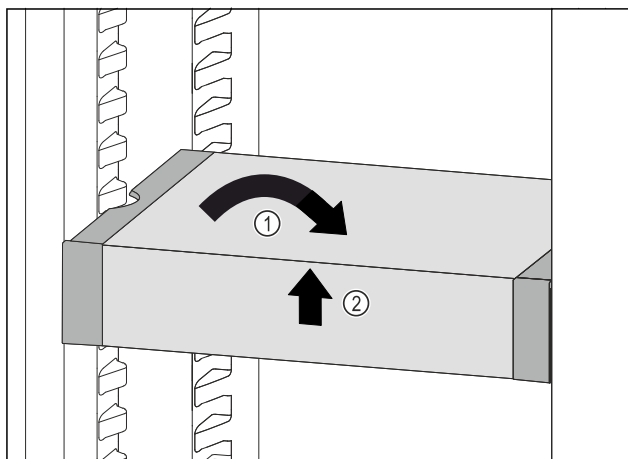

Fig. 96
- ▶ Установите VarioSafe прямо. Fig. 96 (1)
- ▶ Приподнимите VarioSafe спереди. Fig. 96 (2)